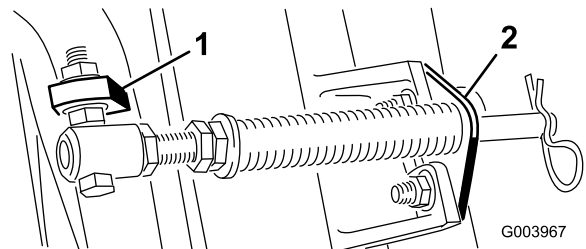

Bild 11
Hinweis: Positionieren Sie den Schraubenkopf zur Außenseite der Nase, wie in Bild 11 dargestellt.
- E. Montieren Sie die Stangenhalterung mit den Schlossschrauben und Muttern an den Schneideinheitnasen (Bild 11). An der Schneideinheit müssen Sie auch die linke Schlauchführung vorne an den Schneideinheitnasen befestigen, wenn Sie die Stangenhalterung (Bild 13) wieder einbauen.